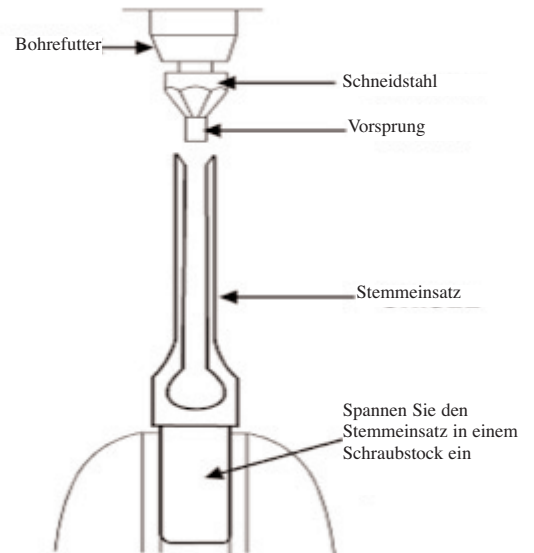

Abbildung 8
2. Schärfen Sie den Stemmeinsatz mit einem Stemmeisenschneidstahl mit dem richtigen Vorsprungsmaß. (Der Vorsprungsmaß des ist von den Dimensionen des Stemmeinsatzes abhängig). Zum Schärfen des Stemmeinsatzes sollten zwei oder drei Schnitte des Schneidstahls im Holzbohrerfutter ausreichend sein; s. Abb. 8.